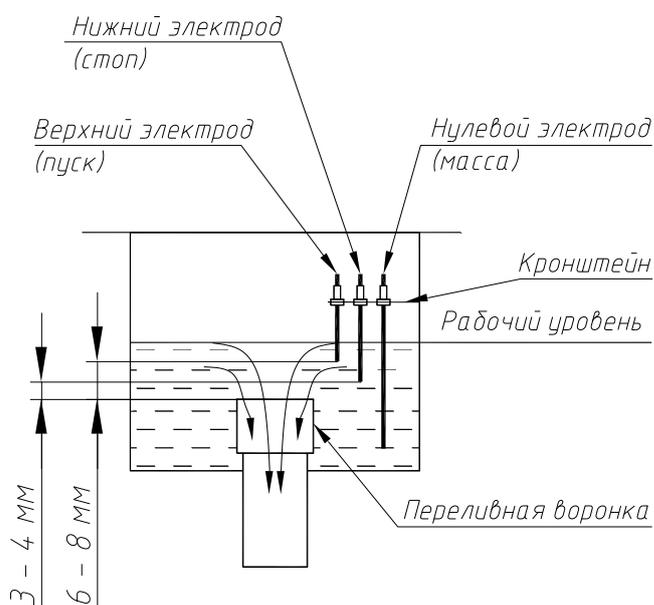

Рис. 3. Общий вид датчика уровней.
7.17. После этого переключатель на пульте управления следует перевести в автоматический режим работы. Дальнейшее включение (отключение) насосного агрегата **4** и мотор-редуктора **7** осуществляется в автоматическом режиме при помощи блока автоматического управления (рис.3), в зависимости от количества стоков, поступающих во флотатор. Отключение насосного агрегата **4** и мотор-редуктора **7** происходит через 5-7 минут после прекращения подачи воды во флотатор.
Автоматическое управление насосом 4, мотор-редуктором 7 обеспечивается сигнализатором уровня жидкости САУ-М6 и датчиком уровней, установленным в переливном кармане 27 флотатора. Общий вид датчика уровней 30 показан на рис.3.
- очистку электродов датчика уровней (рис. 3);